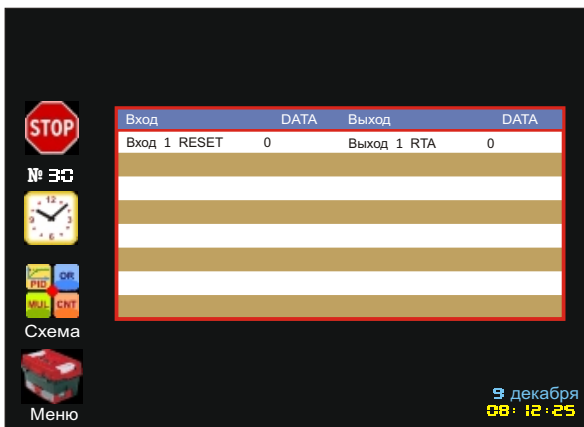

Рис. 113. Меню "Процесс" (Блок "Таймер РВ").
9.4.17 В меню **Процесс** блок Таймер РВ представлен в виде таблицы, в которой находится информация о состоянии входа и выхода блока в данный момент времени (Рис. 113).